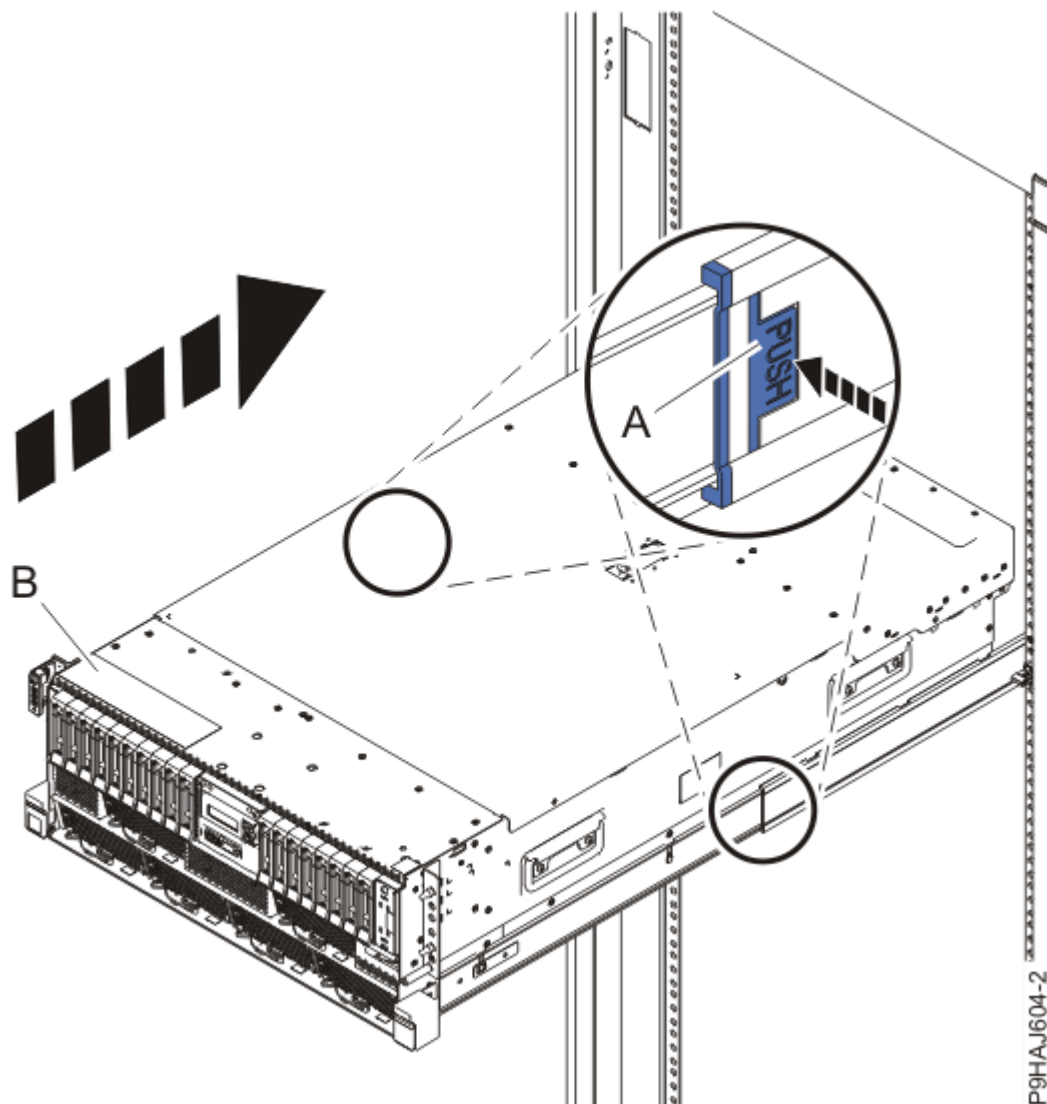

Abbildung 45. System in die Betriebsposition bringen
3. Entsperren Sie bei einem Einschubsystem die blauen Schienensicherungsverriegelungen **(A)**, indem Sie sie nach innen drücken (siehe Abbildung 45 auf Seite 51).